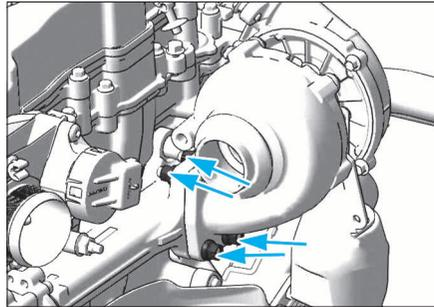

FIG. 47
- les 4 écrous de fixation du turbocompresseur (Fig.47).